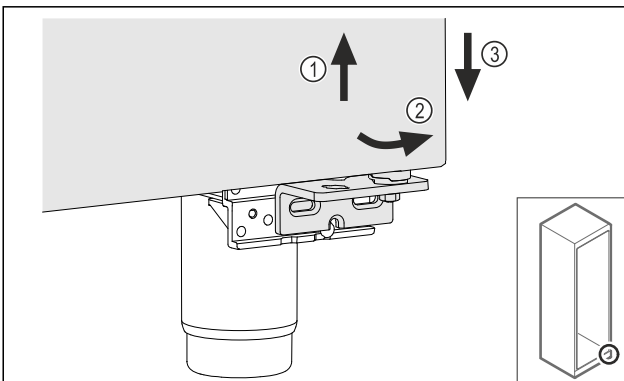

Fig. 20
- ▶ 将门稍微抬起 Fig. 20 (1)，底部向前倾斜 Fig. 20 (2) 并放下 Fig. 20 (3)。